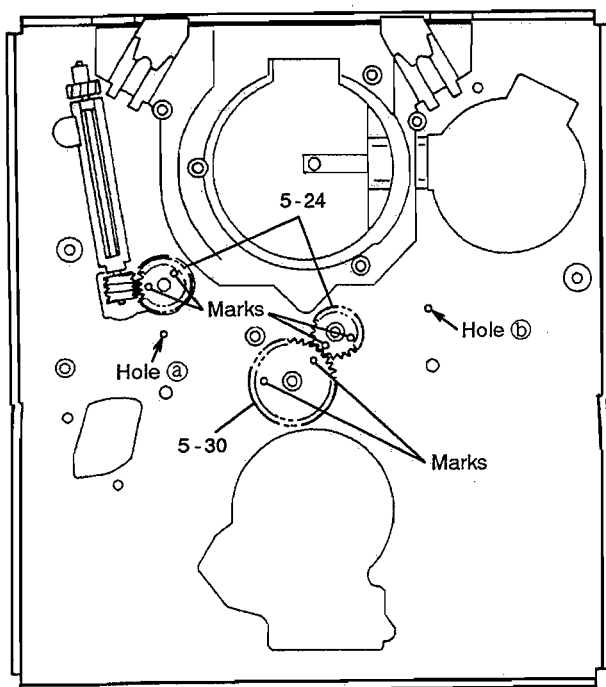
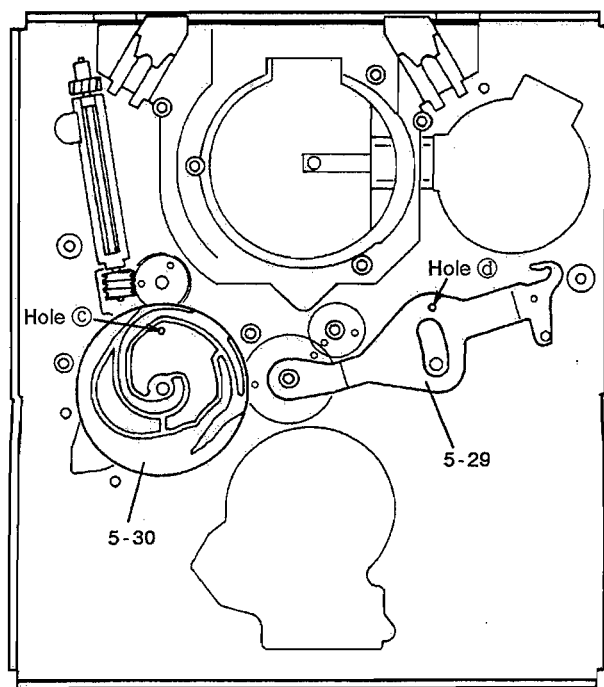

Fig. 2
Fig. 3
As shown in Fig. 2, install 5-24 and 5-30 so that the two marks are visible.
- 1). Install 5-25 so that hole ㉔ in 5-25 in Fig. 3 is aligned with hole ㉑ (Fig. 2) in the mechanism chassis. (Using a 1 mm dia. rod, pass it through the both holes to see if they are aligned with each other. Whenever checking holes for alignment hereafter, employ this method.)
- 2). Similarly, install 5-29 so that hole ㉒ in 5-29 in Fig. 3 is aligned with hole ㉓ (Fig. 2) in the mechanism chassis.
5-24, 5-30 は図 2 のように、マーク 2 個が表側になるように取り付ける。
- 1). 図 3 の 5-25 の穴 ㉔ とメカ・シャーシの穴 ㉑ (図 2) が一致するように、5-25 を取り付ける。
- 2). 同様に、図 3 の 5-29 の穴 ㉒ とメカ・シャーシの穴 ㉓ (図 2) が一致するように、5-29 を取り付ける。